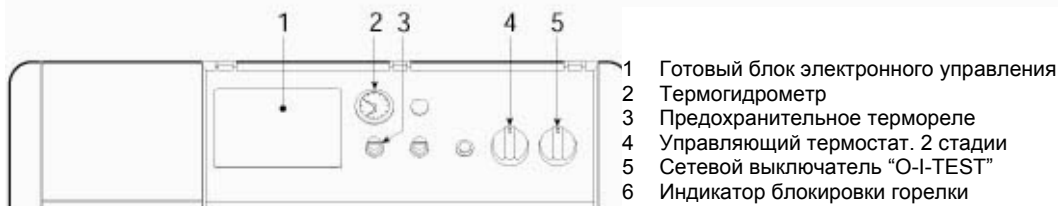

Рис. 1
При кратком нерабочем периоде просто поверните выключатель **5** (Рис.1) на панели управления в положение “0”. При длительном нерабочем периоде наряду с этим должен быть закрыт вентиль (кран) подачи топлива. При длительном нерабочем периоде в зимний период, во избежание замерзания системы, добавьте в систему специальный антифриз или полностью осушите систему.
- a** – Блокировка горелки, сигнализируемая соответствующей лампочкой **6** (Рис.1). Смотрите инструкция к горелке.
- 2 Установите термостат 4 (Рис. 1) на требуемую величину.
- 3 Включите выключатель выше котла и выключатель 5 панели управления (Рис. 1)